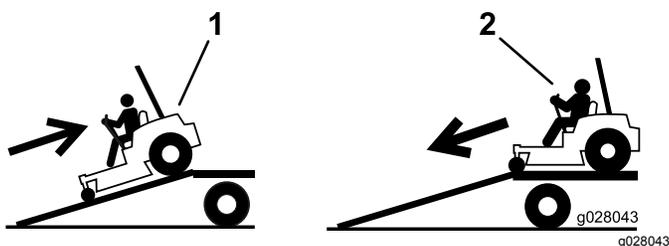

Figura 44
4. Risalite in retromarcia la rampa (Figura 44).
2. Scendete dalla rampa in marcia avanti (Figura 44).